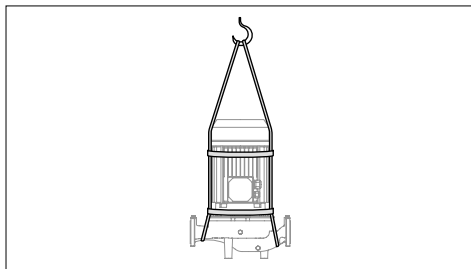

РИС. 1: Підйом насосів 3Е за допомогою троса
- Викрутіть болт між корпусом насоса та кронштейном двигуна та просто зніміть двигун в осовому напрямку. Використовуйте будь-який підходящий підйомник при підйомі/переміщенні насоса. (РИС. 1)